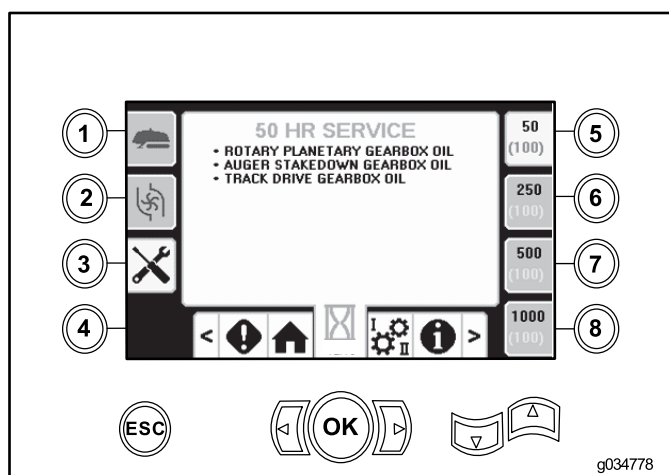

Figure 6
- Bouton 5 – calendrier d'entretien à 50 heures (Figure 6)